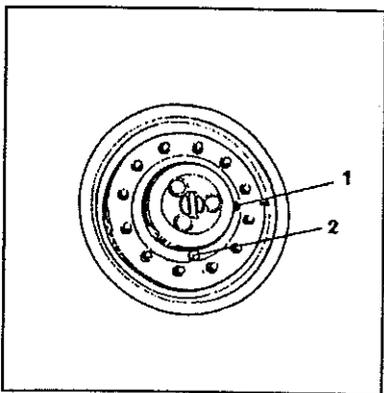

Fig. 28 - Engranaje planetario-posición de llenado de aceite
- 2 Destornille este tapón (2) y drene el aceite en un recipiente, lo suficientemente grande como para contener aproximadamente 4 litros. Afloje el otro tapón (1) para acelerar el flujo del aceite.
- 3 Mueva el rodillo para la posición en que uno de los tapones queda arriba y el otro en la horizontal (Fig. 28). Retire solamente el tapón (2) de llenado.